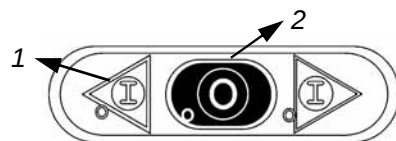

Fig. 5.3.1
5.3 – Vérification du fonctionnement du bouton d'arrêt (fig. 5.3.1)
5.4 – Mise en marche de la machine (fig. 5.3.1)
Pour démarrer la machine, il suffit d'appuyer sur le bouton de mise en marche "1" Fig. 5.3.1, après avoir branché correctement la fiche à la prise électrique et la machine entre en action.
5.5 - Arrêt de la machine (fig. 5.3.1)
Pour arrêter la machine, il suffit d'appuyer le bouton d'arrêt "2" Fig. 5.3.1 et la machine s'éteint.